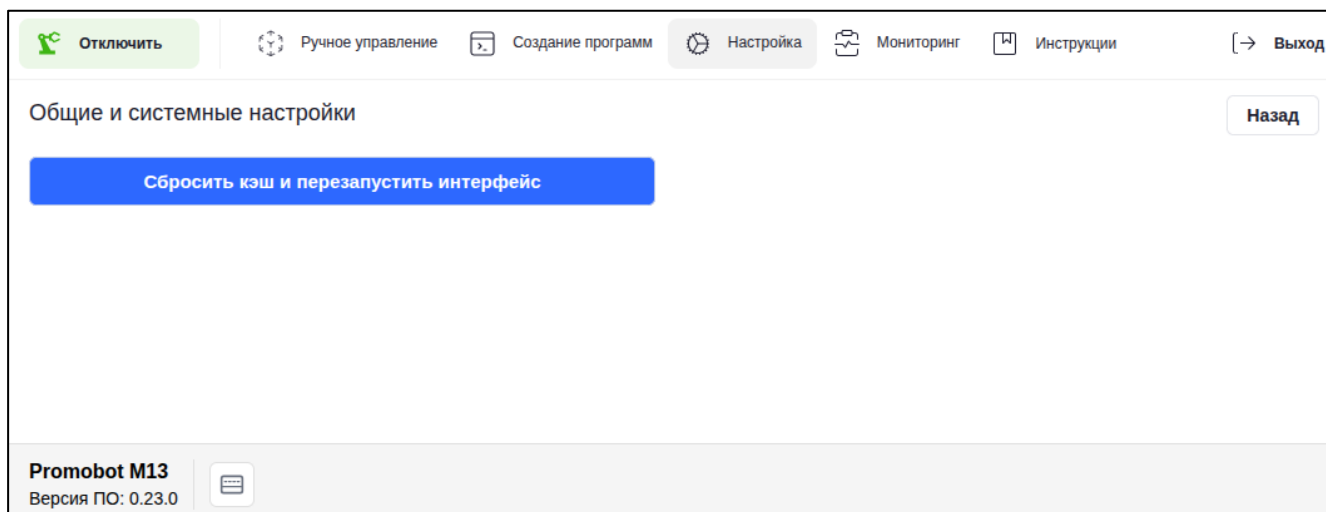

Рисунок II-50 – Раздел «Общие и системные настройки»
1. Раздел «Общие и системные настройки» (см. Рисунок II-50).